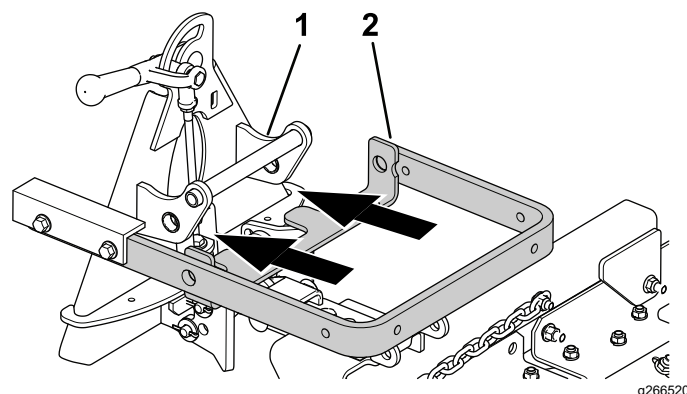
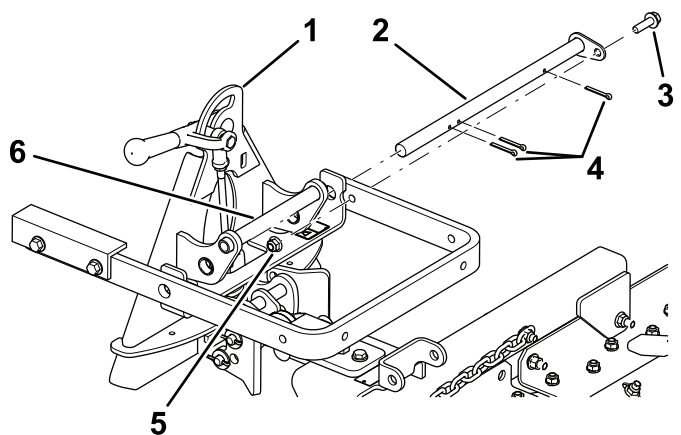

Figura 4
Figura 5
- Alinai braul de ridicare cu suportul de pe adaptorul dispozitivului de ataare (Figura 4) i conectai-le folosind bara de pivotare, aa cum este ilustrat în Figura 5.
Notă: Pentru a deplasa adaptorul dispozitivului de ataare utilizați mânerul furnizat la partea din spate a adaptorului (Figura 4).
- Fixai bara de pivotare (Figura 5) cu 3 cuie spintecate, un urub ($\frac{3}{8} \times 1\frac{1}{4}$ ") i o contrapiuliță ($\frac{3}{8}$ ").